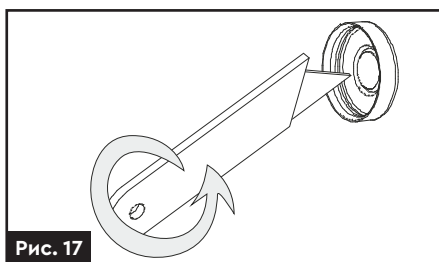

Рис. 17
2. За допомогою гострого ножа або дрилі зробіть отвір діаметром 20 мм у ковпачку (**рис. 17**).